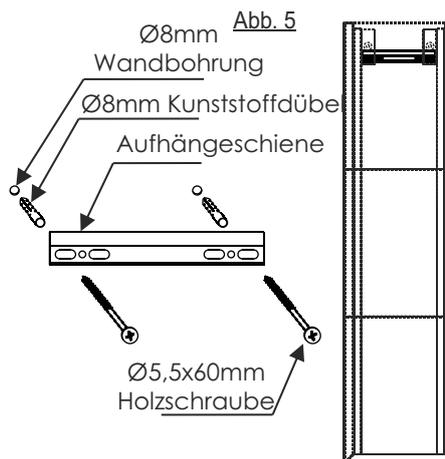

Abb. 5
- Bohren Sie die Dübellöcher mit einem Ø8mm Bohrer und montieren Sie die Aufhängeschiene mit den Ø8mm Kunststoffdübeln und Ø5,5x60mm Holzschrauben waagrecht an der Zimmerwand. (Abb. 5)